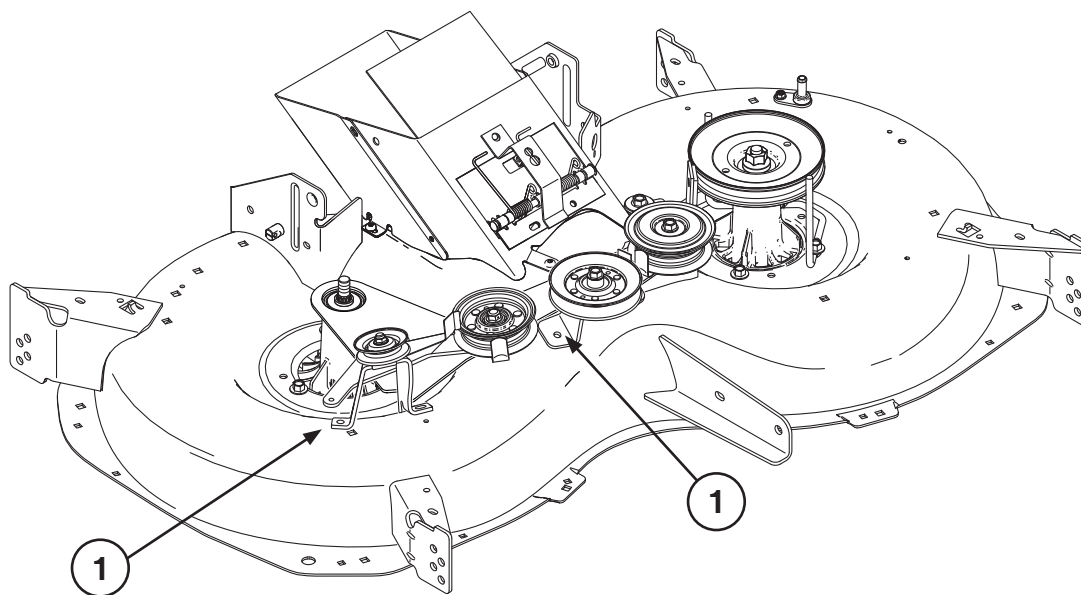

Fig. 4
- Ⓢⓔ 6. Placera två nya skruvar i hållarna (1) och markera hålen på klippaggregatet. Använd ett 11/32-tumsborr till att borra de hål som krävs för att sätta fast hållarna (bild 4).
- Ⓝⓞ 6. Plasser to nye boltbraketter, (1) og lag hull i klippeaggregatet. Bruk den 11/32" borkronen til å bore de nødvendige hullene for å feste brakettene (Fig. 4).
- ⓓⓚ 6. Placer to nye bolte på beslagene (1), og afmærk huller på klippeudstyret. Brug 11/32 " bor til at bore de nødvendige huller til fastgørelse af beslag (fig. 4).
- Ⓟⓣ 6. Coloque dois novos parafusos nos suportes (1) e marque orifícios na plataforma. Utilize uma broca de 11/32" para perfurar os orifícios necessários para fixar os suportes (fig. 4).